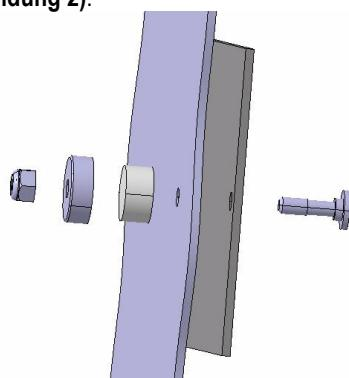

Abbildung 1
- 6 Fixieren Sie das Bezeichnungsschild indem sie eine Schraube (C) in das vorhandene Bohrloch stecken und bohren Sie nun die weiteren Bohrungen wie in Punkt 5 beschrieben, wobei das aufgesetzte Bezeichnungsschild als Bohrschablone genutzt werden kann. Falls Sie ein Kühlsmiermittel verwendet haben sollten, reinigen Sie das Bezeichnungsschild und den Gehäusedeckel vor der endgültigen Fixierung gründlich.
- 7 Nehmen Sie das Dichtelement (B) und positionieren Sie es in die Topfscheibe (A). Die Topfscheibe mit Dichtelement ist nun für die Montage vorbereitet.
- 8 Pressen Sie die Topfscheibe (A) mit Dichtelement (B) rückseitig auf die Schraube und halten Sie sie mit der Hand zusammen (**Abbildung 1**).